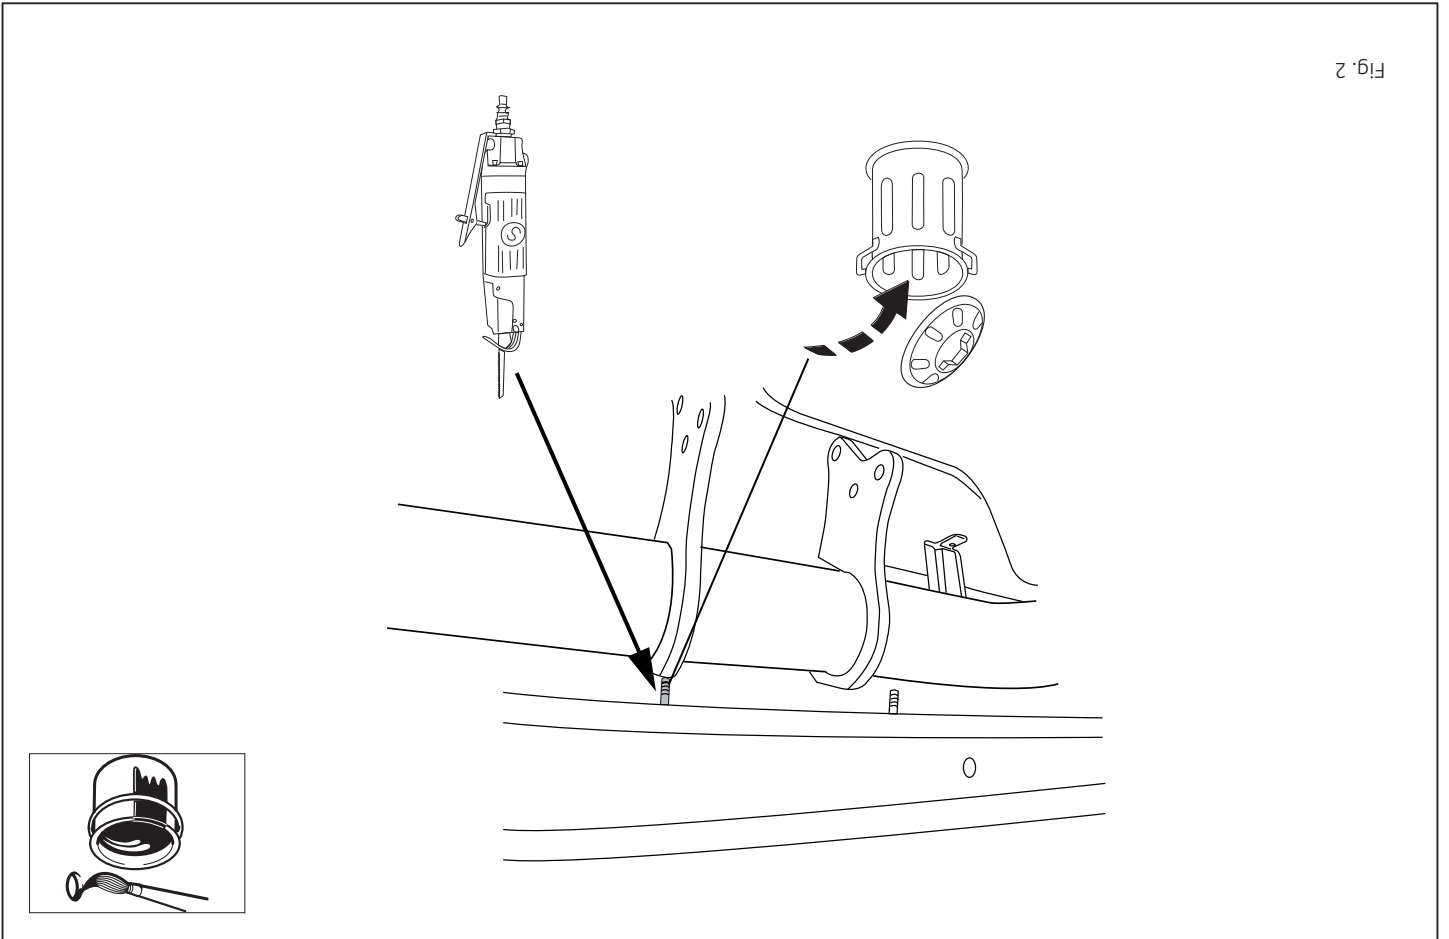

Fig. 2
3. Saw out the indicated section in accordance with figure 2.
3. Gemäß Abb. 2 das angegebene Teil ausschneiden.
5. Monter la partie indiquée conformément à la figure 2.